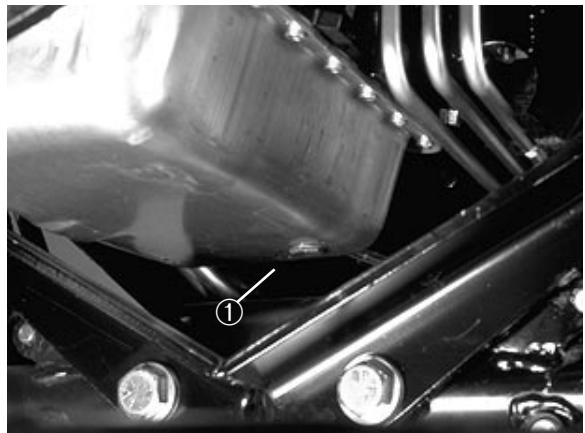

Bild 35
## MOTORÖL UND -FILTER (Bild 35 & 36)
1. Die Ablaßschraube (Bild 35) entfernen und das Öl in eine Wanne ablaufen lassen. Wenn kein Öl mehr aus dem Kurbelgehäuse strömt, die Ablaßschraube mit einer neuen Schraubendichtung (Bestell-Nr. 74-7850) wieder eindrehen.